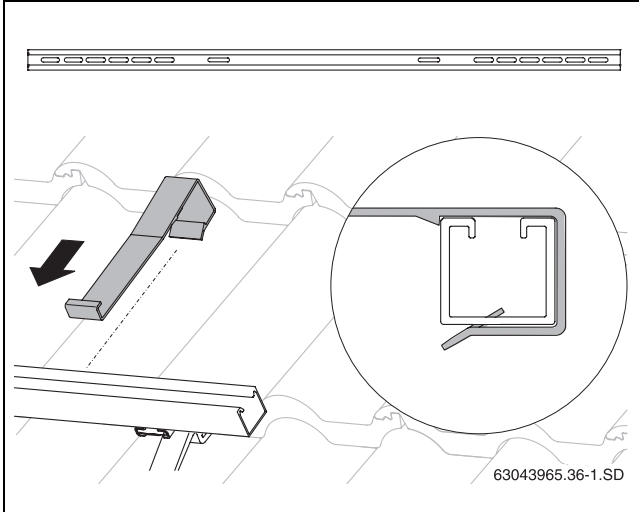

Bild 30 Abrutschsicherung einhängen
- ▶ Abrutschsicherungen (Bild 30, [3]) jeweils in den innen liegenden Langlöchern (Bild 30, [1]) soweit über die Profilschienen schieben, bis sie einrasten (Bild 30, [2]).